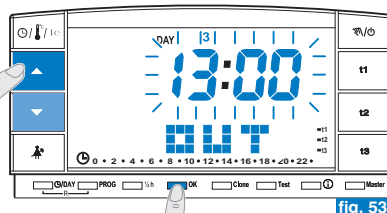

fig. 53
- Avec les touches ▲▼ programmer l'heure à laquelle vous souhaitez activer le programme Holiday (laisser l'habitation); confirmer en appuyant sur la touche OK (fig. 53).